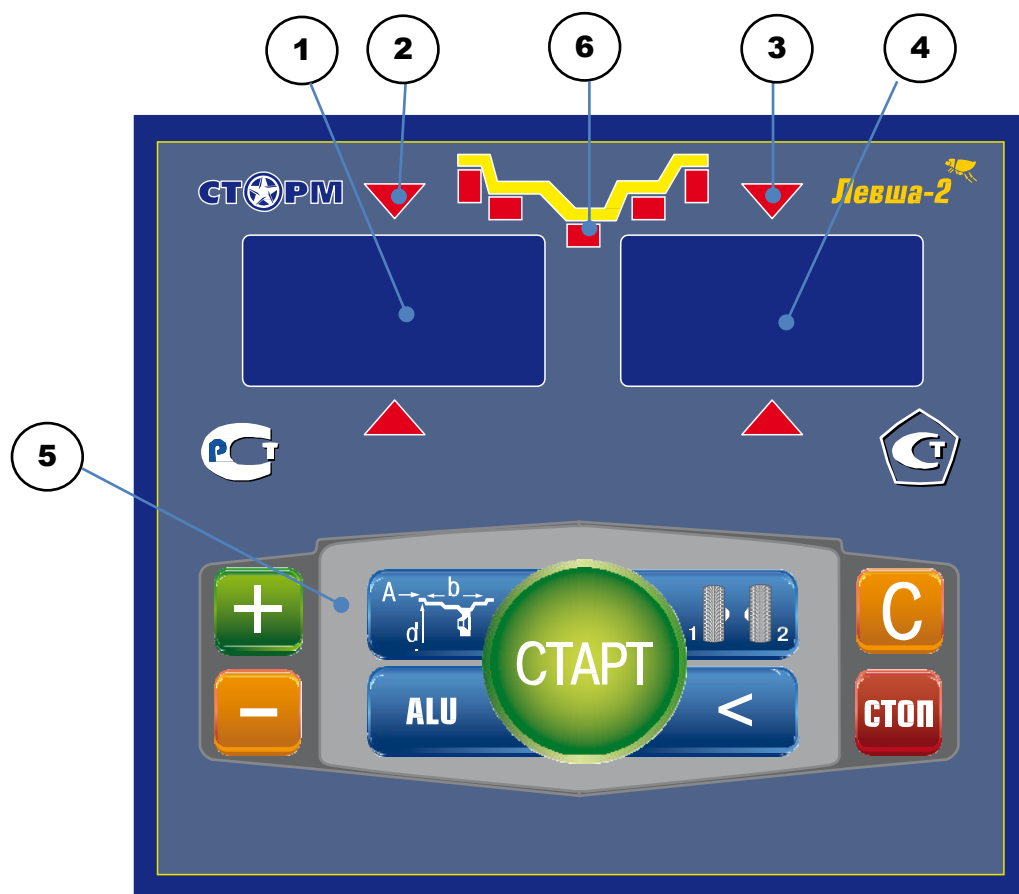

рис.8.1.
8.1. Общий вид лицевой панели показан на рис. 8.1.
При выдвигании штанги на индикаторах 1 (рис. 8.1) отображается значение параметра "А". Значение параметра "d" отображается на индикаторах 4.
Для ввода ширины нажмите кнопку "+" или "-" на индикаторах 1(рис.8.1) высветится "-b-", а на индикаторах 4 значение ширины диска. Через 2-3 сек после установки ширины индикаторы в режим отображения текущего дисбаланса.
Дважды нажать кнопку "A, d, b", после чего на индикаторах 1 (рис.8.1) загорается символ "A", а на индикаторах 4 исходная величина дистанции. Нажимая кнопки "-" и "+" установить на индикаторах 4 требуемую величину дистанции. Через 2-3 сек после установки дистанции показания на индикаторах 1 и 4 возвращаются к отображению текущего дисбаланса, а кнопки "-" и "+" возвращаются в режим ввода ширины обода.
11.1.Переключение схем ALU1-ALU5 осуществляется последовательным нажатием кнопки "ALU" при этом схема установки грузов отображается загоранием соответствующих светодиодов б (рис.8.1), кроме того, на индикаторах 1 отображаются символы ALU, а на индикаторах 4 номер 1-5. Через 2-3 сек. после установки требуемой программы ALU индикаторы 1-4 переходят в режим отображения дисбаланса.
Эта функция обеспечивается тем, что каждый раз при вводе новых геометрических параметров и установке требуемой программы ALU, предыдущее состояние запоминается. Для перехода от одного набора параметров к другому необходимо нажать кнопку "1-2". Визуальный контроль того, какие параметры установлены в данный момент, осуществляется нажатием "A,d,b" на индикаторах 4 (рис.8.1) будут последовательно отображены, установленные в данный момент диаметр и ширина обода и дистанция.
13.1. При включении тумблера питания СБ на индикаторах 1 (рис. 8.1) высвечивается трёхзначное число -номер версии программного обеспечения. Через 2-3 сек на индикаторах 1 и 4 должны загореться нули, кроме того должны загореться светодиоды 6, что свидетельствует о включении режима стандартной балансировки с установкой на обеих плоскостях коррекции грузиков на пружинках. На светодиодах 2 и 3 (рис. 8.1) должны загореться оба светодиода.
13.2. При включении СБ программа измерения дисбаланса настраивается таким образом, что дисбаланс менее 8 г (заводская установка) на любой плоскости коррекции не показывается, в этом случае на индикаторах 1 и 4 (рис. 8.1) высвечиваются "0". Минимальный дисбаланс отображающийся на индикаторах 1 и 4 равен 8г. Дисбаланс, превышающий 8г, округляется до величины кратной 5, т. е. дисбаланс 9, 10, 11 и 12 г отображается цифрой 10, дисбаланс 13, 14,15, 16 и 17 г - цифрой 15 и т. д. Для просмотра неокруглённого значения дисбаланса или дисбаланса менее 8г. необходимо нажать кнопку "<", при этом на индикаторах 1 и 4 на 2-3 сек высвечиваются фактические значения дисбаланса, определённые в данном запуске.
13.5.1. Поднимите защитный кожух. Вручную поворачивайте колесо в направлении, которое показывают светодиоды 2 и 3 (рис. 8.1.) до тех пор, пока не загорятся оба светодиода и начнут мигать вместе с значением массы корректирующих грузов.
14.2.1. Войти в программу калибровки СБ, для чего нажать и удерживать кнопку "С". На индикаторах 1 и 4 (рис.8.1), появятся мигающие символы "CAL". После звукового сигнала символы "CAL" загорятся постоянно.